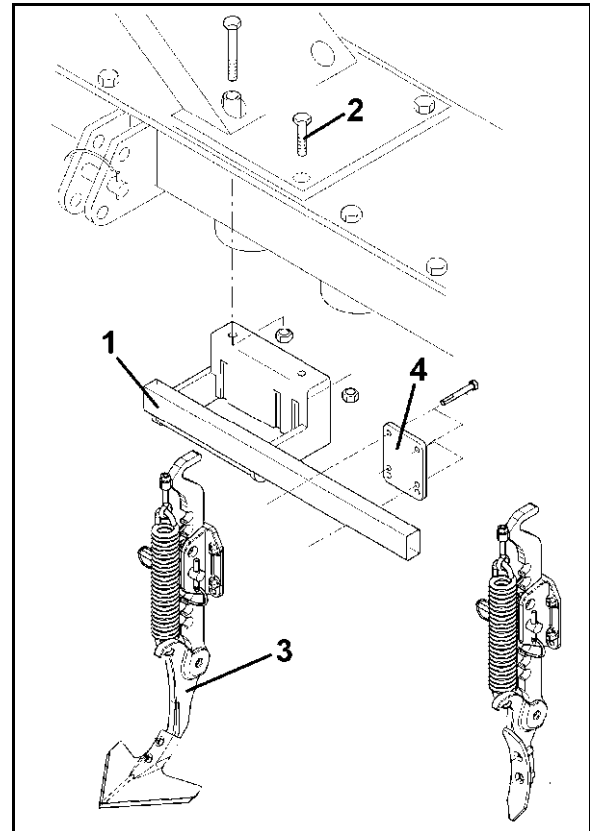

Рис. 24
Почвообрабатывающий агрегат можно настроить на меньшую рабочую глубину, если эти глубокие следы вначале удаляются рыхлителями колеи трактора (Рис. 24).
2. Несущую трубу (Рис. 24/1) приверните двумя болтами крепления крышки (Рис. 24/2) к почвообрабатывающему агрегату.
3. Закрепите рыхлитель колеи (Рис. 24/3) на несущей трубе прижимными пластинами (Рис. 24/4) и болтами.